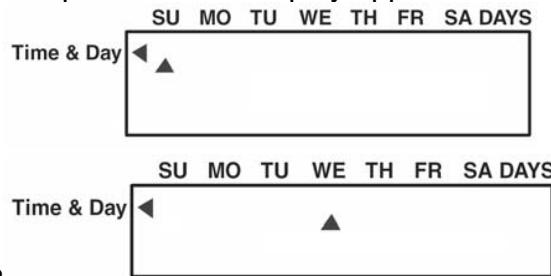

fig. 12
- 2) spostarlo con i tasti ↓↑ fino al giorno corrente (fig. 12)